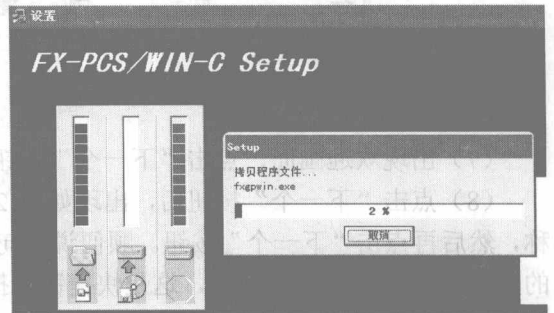

图 2-13 软件安装过程显示
(12) 点击“下一个”后，软件开始安装，如图 2-13 所示。